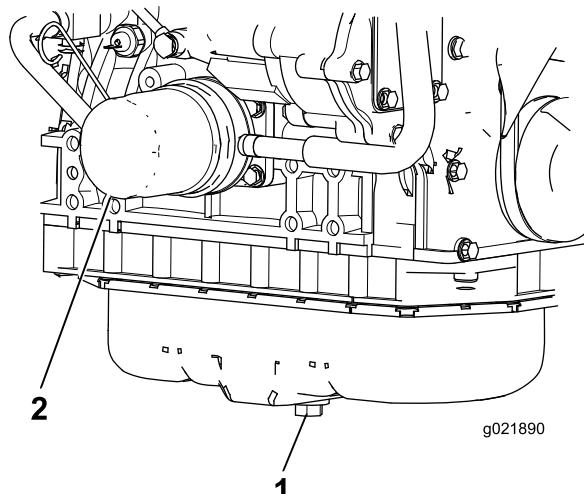

Figura 51
2. Retire el filtro de aceite (Figura 51). Aplique una capa ligera de aceite limpio al filtro nuevo antes de enroscarlo. **No apriete demasiado.**
1. Retire el tapón de vaciado del aceite de motor (Figura 51) y deje fluir el aceite a un recipiente apropiado. Una vez que se haya vaciado todo el aceite, coloque el tapón de vaciado.